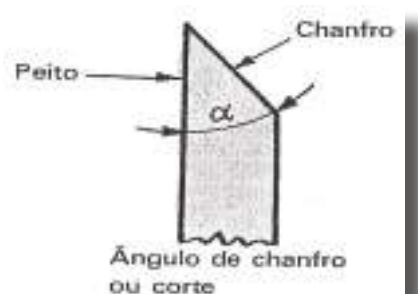

Fig. 124
- A afiação faz-se unicamente no lado do chanfro e nunca no lado do peito do ferro (fig. 124).